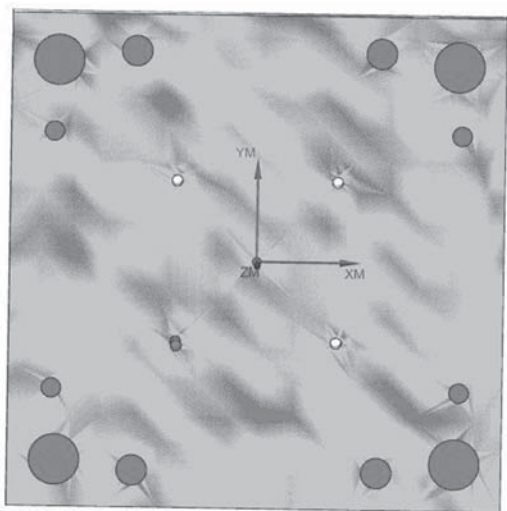

图 4-1-24 仿真加工
④单击“刀轨设置”对话框中的（进给率和速度）图标，进入“进给率和速度”对话框，在“主轴速度”区域中，勾选图标，在文本框中填入 800，在“进给率”区域中的“切削”文本框中填入 80，单击图标进行计算，单击“确定”按钮返回“钻孔”界面。
⑤单击“操作”区域中的图标进行计算，再单击图标，进入“刀轨可视化”对话框。单击“3D 动态”图标进行 3D 仿真操作，把“动画速度”调整到 2，便于观察。单击图标进行仿真，如图 4-1-24 所示。确认无误后，单击两次“确定”按钮后完成工序创建。